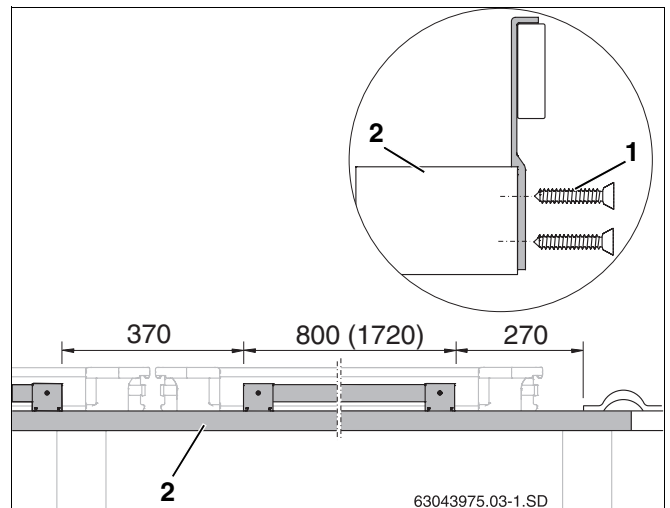

Fig. 11 Fixação das protecções contra deslizamento à ripa do telhado (medidas em mm, valor entre parêntesis = tipo horizontal)
- ▶ Colocar a protecção contra deslizamento previamente montada sobre a primeira ripa de telhado adicional (fig. 11, **item 2**) e fixá-la com dois parafusos 4 x 40 (fig. 11, **item 1**) (prestar atenção às medidas).